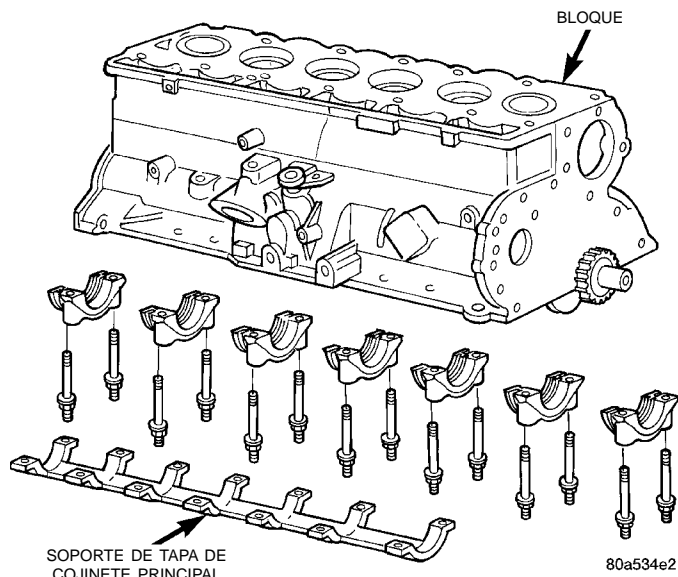

Fig. 49 Tapas y soporte de cojinetes principales
(1) Desconecte el cable negativo de la batería.
(2) Retire las bujías.
(3) Eleve el vehículo.
(4) Retire el colector de aceite y la bomba de aceite.
(5) Retire el soporte de la tapa de cojinete principal (Fig. 49).